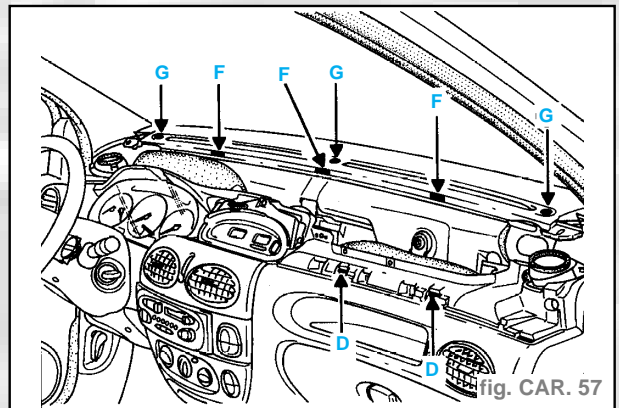

fig. CAR. 57
- Déclipser la garniture en (D) en la soulevant à la main puis tirer l'ensemble vers soi afin de libérer les trois pattes de maintien (E) sur la partie (2).
- Emplacements des clips (D) sur la partie inférieure de la planche de bord (fig. CAR. 57).